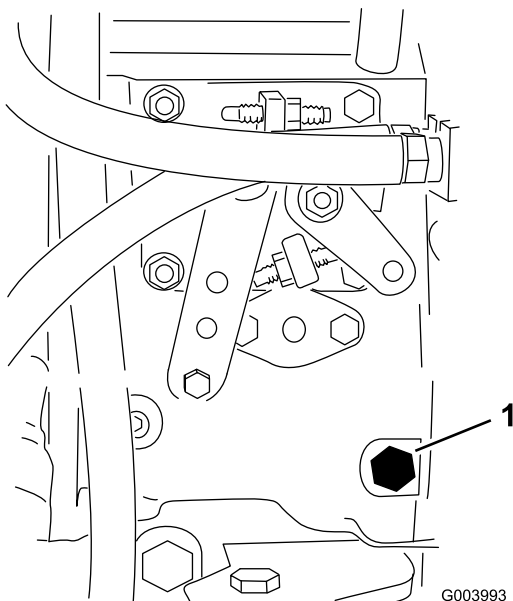

Figure 39
3. Desserrez la vis de purge sur la pompe d'injection (Figure 39) à l'aide d'une clé de 12 mm.